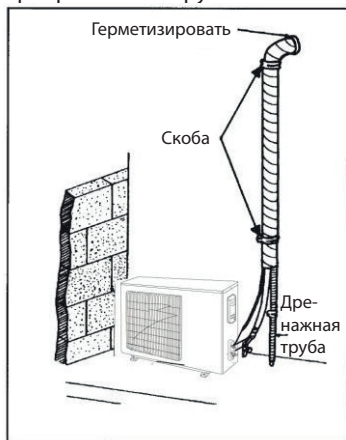

Рис. 15
1. Наружный блок установлен ниже внутреннего блока (см. Рис. 15).